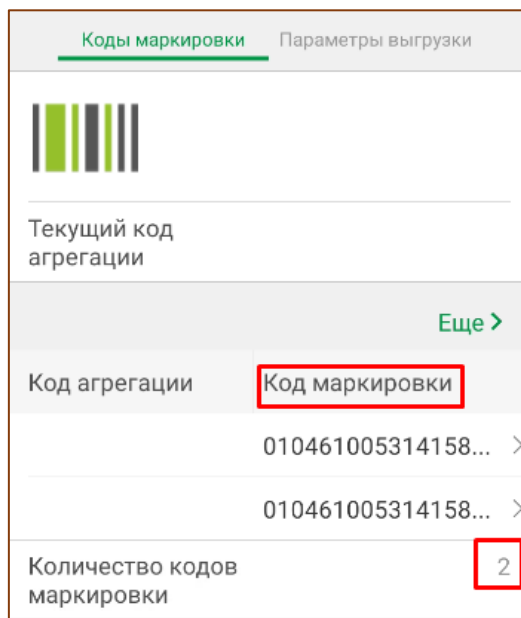

Рис. 14.2 – Количество КМ
2. Отсканировать КМ, по которым нужна выгрузка или которые необходимо упаковать в КА. Количество отсканированных КМ будет отображать в поле «Количество кодов маркировки» (Рис. 14.2);